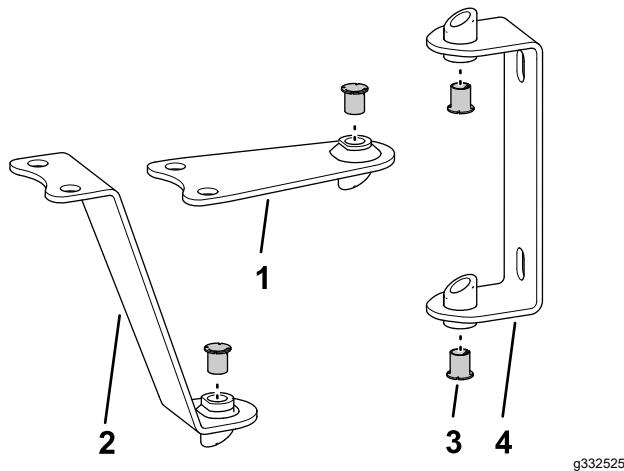
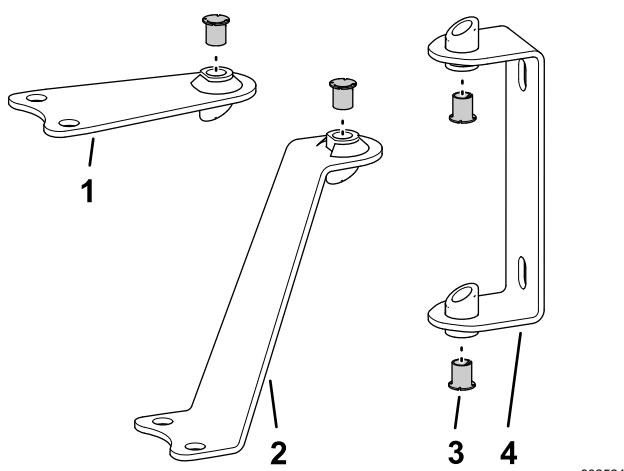

Figura 2
Figura 3
1. Coloque las bisagras y las pletinas según se muestra en Figura 2 (para el brazo abierto) o Figura 3 (para el brazo cubierto).
2. Coloque los casquillos en los tubos soldados de las bisagras y de las pletinas, según se muestra en Figura 2 o Figura 3.